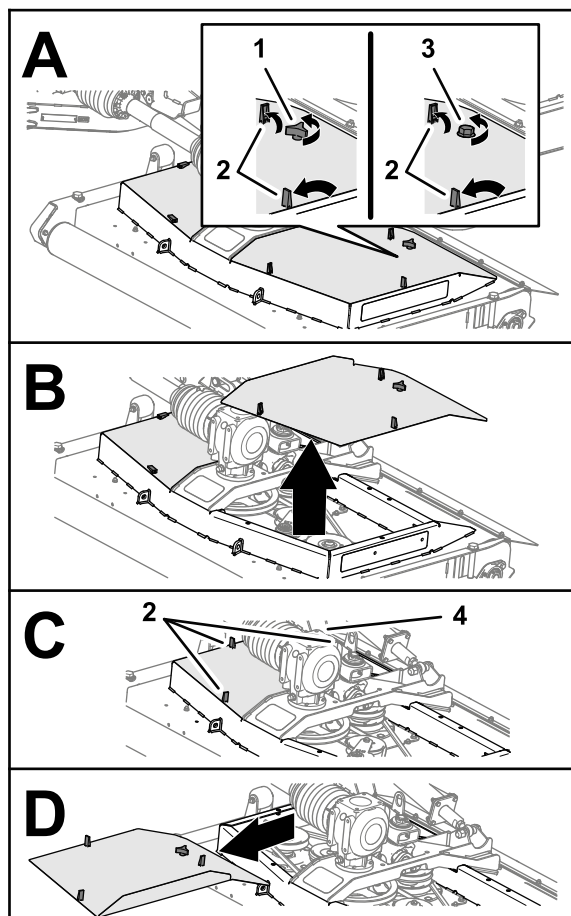

Figure 46
1. Débloquez les 3 verrous qui fixent le capot du tablier de coupe (Figure 46).
2. Desserrez le bouton ou le boulon (tablier de coupe CE) qui fixe le capot au tablier de coupe (Figure 46).
4. Répétez les opérations 1 et 2 pour l'autre capot (Figure 46).